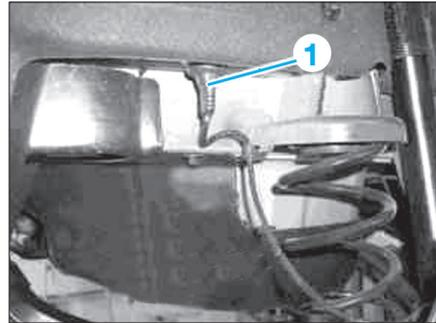

FIG. 25
- débrancher le connecteur (1) du capteur de vitesse au niveau du passage de roue (Fig.25),